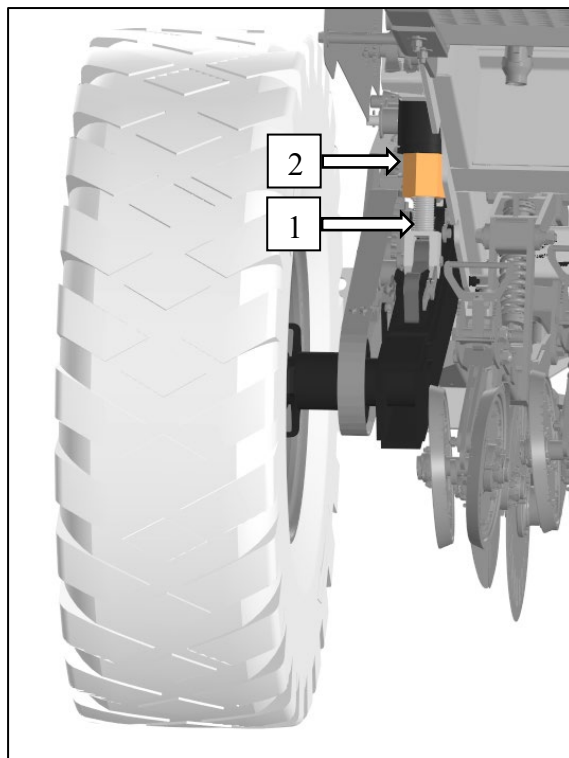
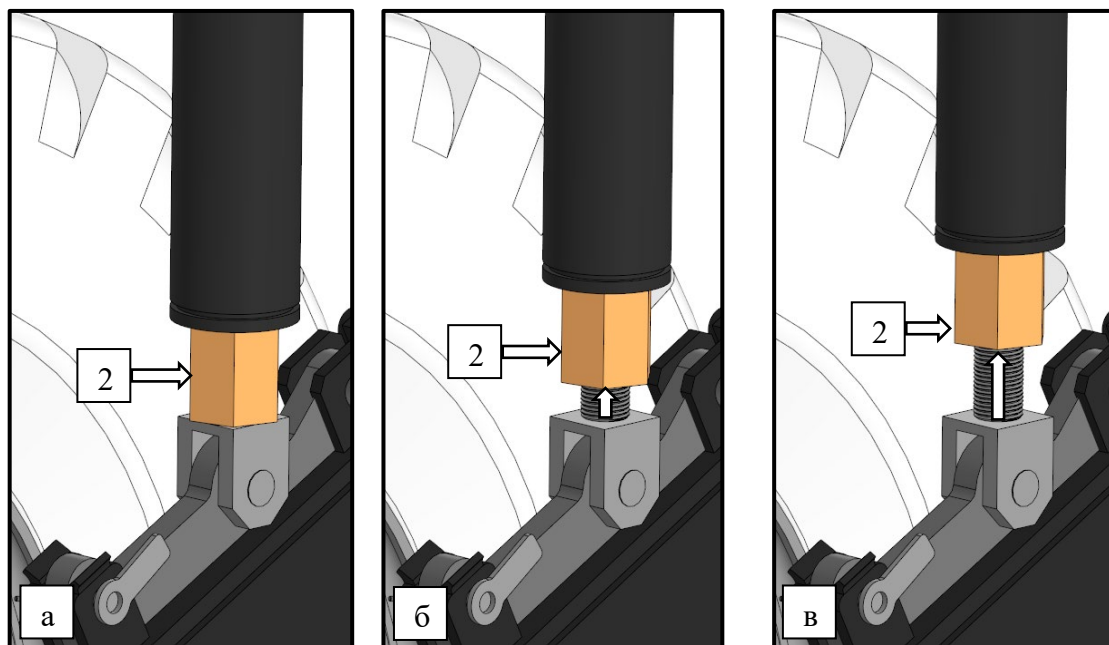

Рисунок 68 – Гидроцилиндр подъёма и опускания сошников:
Рисунок 69 – Регулировка упорной гайки на гидроцилиндрах:
Конструкцией гидроцилиндров подъёма и опускания сошников предусмотрены упорные гайки (2), которые установлены в нижней части штоков (1) (с двух сторон сеялки). С помощью гаек гидроцилиндров (2) выполняется регулировка давления на сошники, рис. 68, рис. 69.